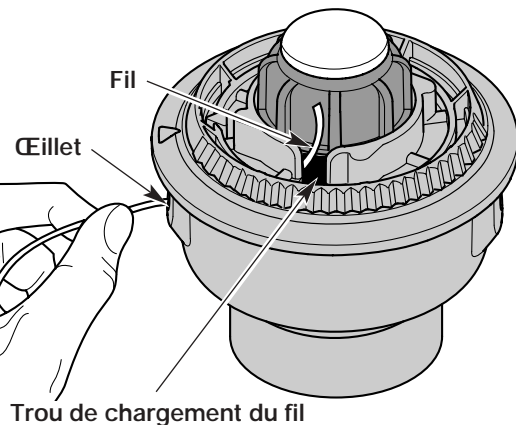

Fig. 42
3. Tirez le vieux fil des trous de chargement et de blocage du fil (Fig. 42 et 43).
4. Insérez un morceau de fil dans l'un des deux œillets de la bobine extérieure. Enfoncez-le dans le trou de chargement du moulinet intérieur (Fig. 42). Ne pliez pas le fil en l'insérant dans l'œillet.